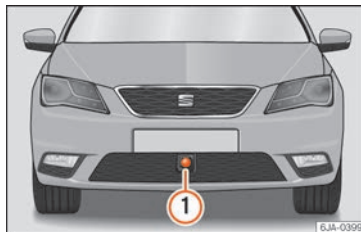

Fig. 224 En el paragolpes delantero: sensor de radar.
En el paragolpes delantero va montado un sensor de radar para captar la situación del tráfico » **fig. 224 ①**.